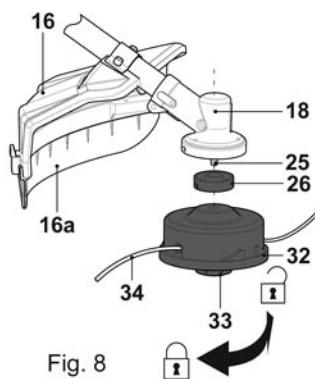

Fig. 8
- > Insira o flange de suporte (26) e rode até o orifício estar em paralelo com a ranhura da cabeça de instalação (18).
- > Insira a ferramenta (40) no orifício para bloquear a rotação do fuso.
- > Introduza e apafuse a porca do flange, conforme indicado (fig. 8).